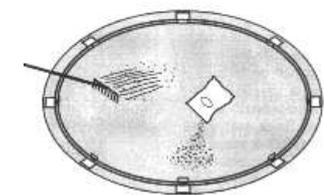

fig.20
g) Antes de la instalación del liner esparza una capa fina de arena tamizada (sin piedras) sobre el área interior, con un espesor de 5 cm. Utilice un rastrillo para garantizar que la capa de arena no presenta desniveles, fig. 20.